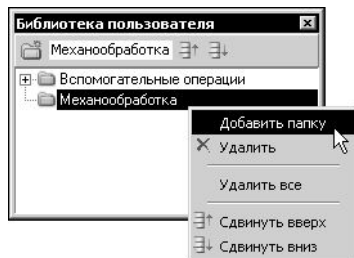

Рис. 9.25. Создание вложенной папки
2. Щелчком правой кнопки мыши откройте контекстное меню и выберите пункт **Добавить папку** (рис. 9.25).
2. Щелчком правой кнопки мыши откройте контекстное меню и выберите пункт **Удалить** (контекстное меню — см. рис. 9.25).